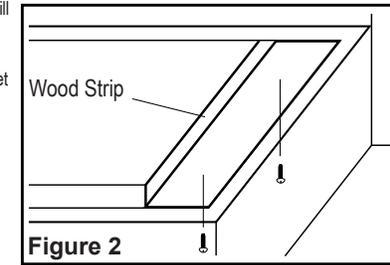

Figure 2
- If the hood will be installed under cabinets that have a recessed bottom, it will be necessary to install wood mounting strips (not included) so the hood will mount properly (Figure 2).
- Pour installer la hotte sous des armoires dont la base est en retrait, il faut d'abord installer des bandes de fixation en bois (non comprises) afin que la hotte soit fixée convenablement (Figure 2).